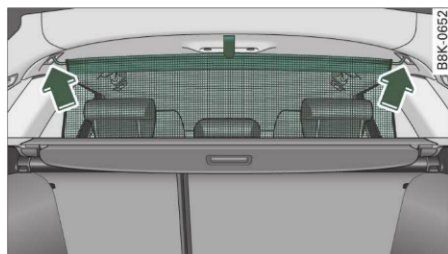

Fig. 78 În spatele spătarului spate: Agățați plasa despărțitoare
- Trageți plasa în sus. Prindeți bara transversală în inelele de deasupra spătarului ⇒ fig. 78 -săgețile-.